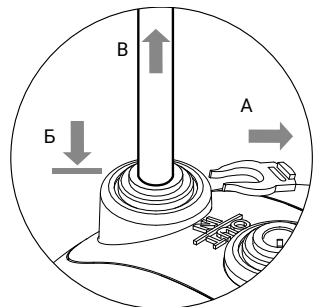

рис. 4
2. Удалите стопорную клипсу (А). Удерживая прижатым к основанию фитинга цапговое кольцо (Б), аккуратно извлеките пластиковую трубку (В) (рис. 4).